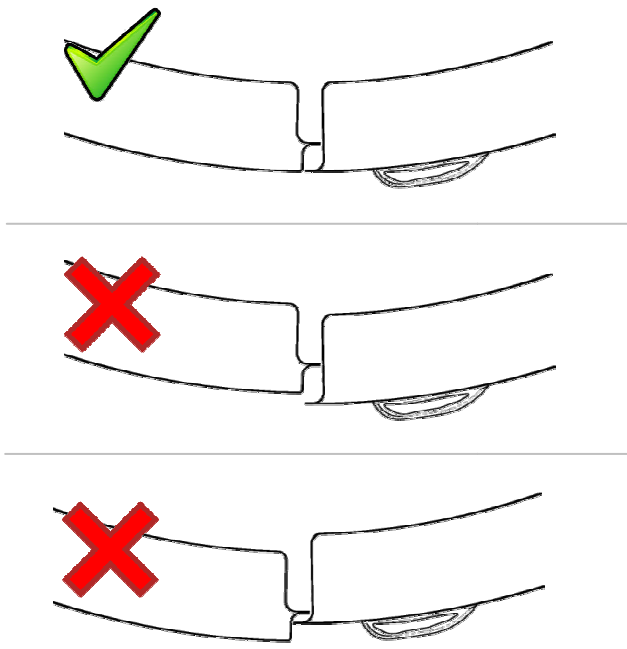
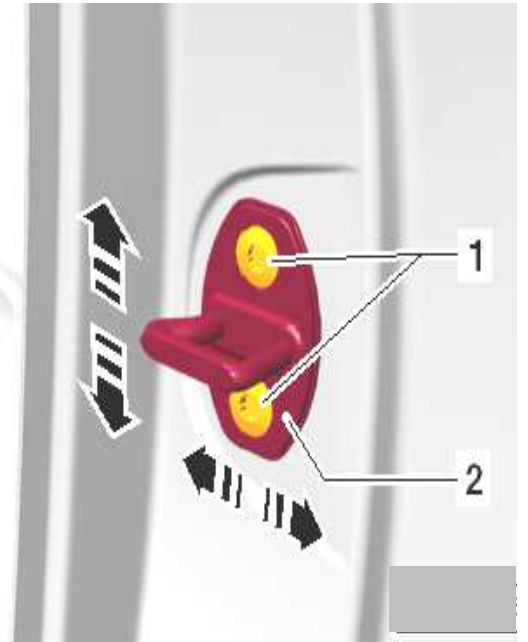

Fig.1
Fig.2
**Verificar la correcta alineacion de las puertas.** En el caso que los bordes de las puertas no resulten perfectamete alineados (fig.1,fig3), realizar la registracion a traves del gancho (fig.2) y/o las bisagras.